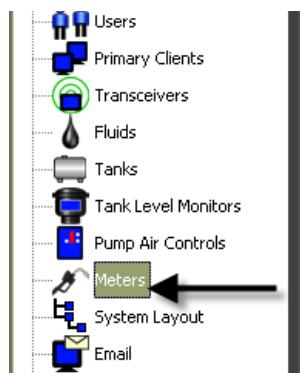

Рис. 118
- Щелкните на значке «Meters» [Расходомеры] (Рис. 118) из перечня на панели системы Matrix. Отобразится экран «Meters» [Расходомеры].